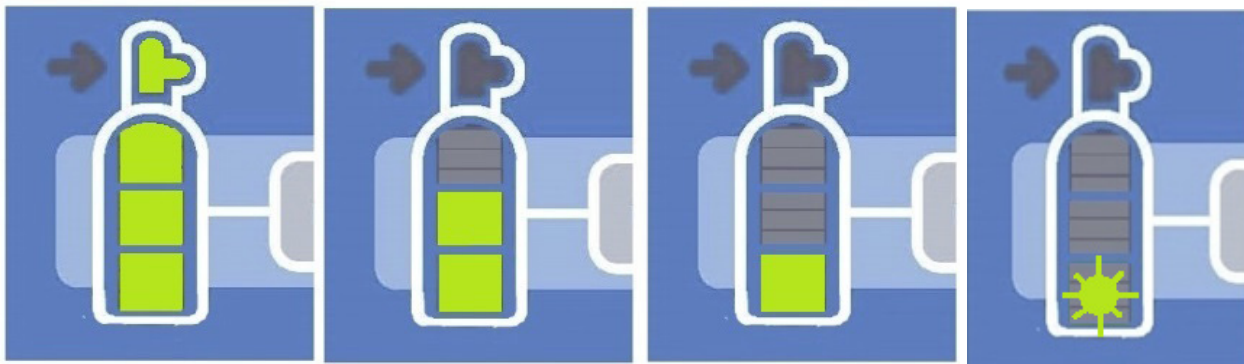

Abbildung 12: N₂O-Gasmanometer-Anzeigen
- Bedeutung der Gasmanometer-Anzeigen wie in Abbildung 12 dargestellt